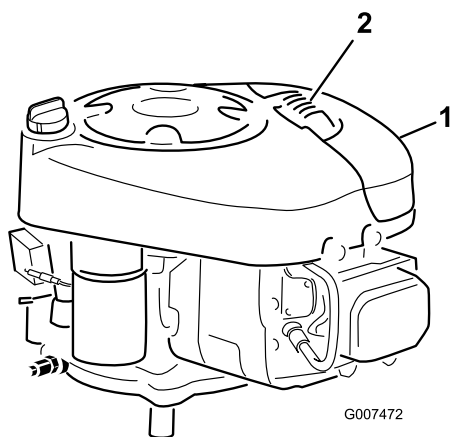

Figure 24
2. Nettoyez la surface autour du filtre à air pour éviter que des impuretés n'endommagent le moteur en tombant à l'intérieur (Figure 24).
3. Tirez la poignée du couvercle du filtre à air et tournez-la vers le moteur (Figure 24).